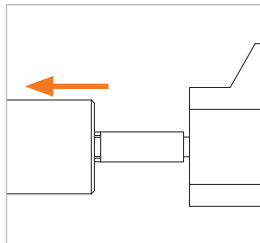
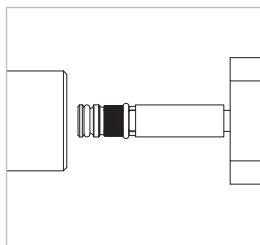

Figure 5
Figure 6
- ▶ Mettre la conduite de pression pilote sous pression. Les mâchoires de serrage (pos. 3) coïncident, la connexion à la pièce d'essai est ainsi desserrée et le connecteur peut être retiré en position droite par l'arrière. (Figure 5 et Figure 6).